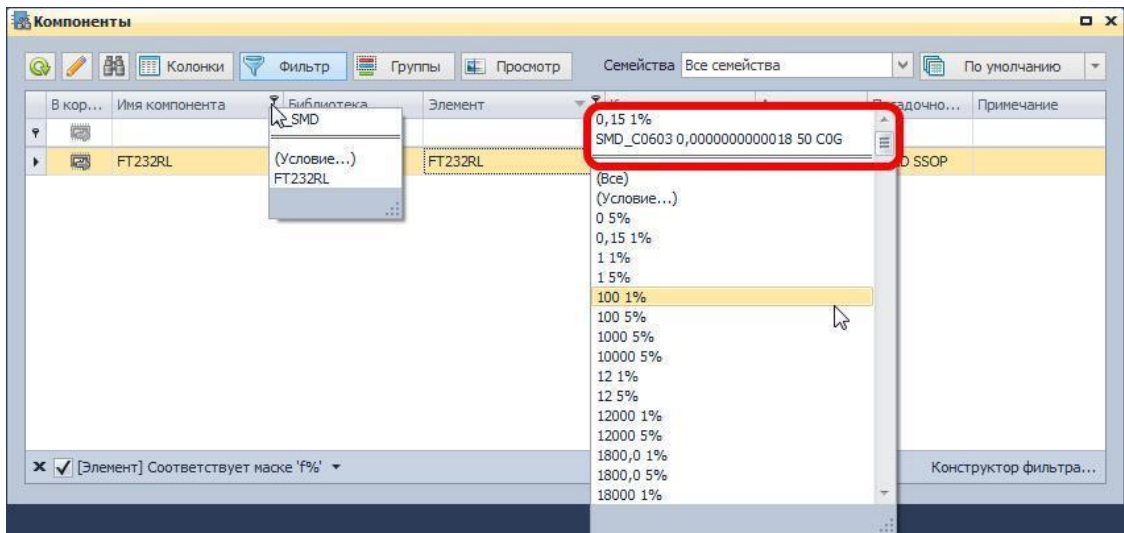

Рис. 779. Список значений колонки
2. Наведите курсор на значок  и нажмите левую кнопку мыши. Под заголовком колонки отобразится список, в котором содержатся все значения, заданные для данной колонки, см. Рис. 779. Над двойной чертой указаны ранее выбранные запросы. Если для таблицы уже задан какой-либо фильтр (параметр отбора), то в списке будут указаны только доступные значения. Так, на рисунке, для колонки «Имя компонента», доступно только одно значение, потому что для колонки «Название» уже задан фильтр. В то же время для колонки элемент доступны все значения.